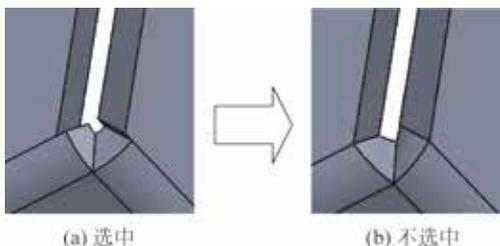

图 5.203 开放折弯区域
- 开放折弯区域  复选框：选中效果如图 5.203 (a) 所示，不选中效果如图 5.203 (b) 所示。